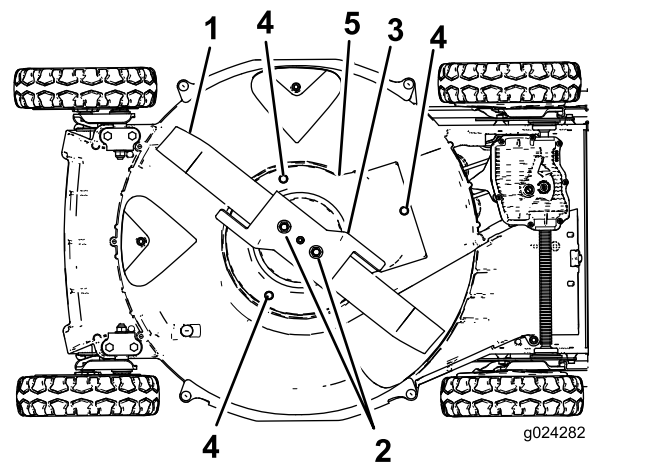

Figura 33
6. Retire las 2 tuercas de la cuchilla, el acelerador y la cuchilla (Figura 33).
7. Retire los tornillos que sujetan el protector del embrague del freno de la cuchilla a la carcasa de corte (Figura 33).